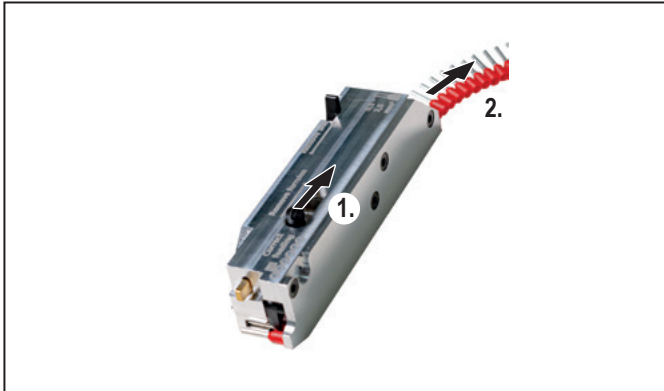

Afbeelding 6.4 Doorsnede instellen
- Druk de afstelrommel naar rechts en houd hem vast, zie Afbeelding 6.4, 1.
- Draai de afstelrommel tot de krimptrommel bij de gewenste matricsmaat vastklikt, zie Afbeelding 6.4, 2.